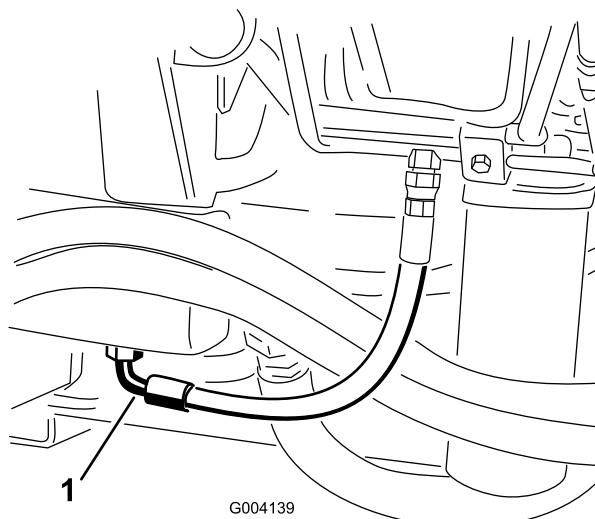

Figura 76
2. Coloque un recipiente grande debajo del acoplamiento situado en la parte inferior del depósito de fluido hidráulico (Figura 76).